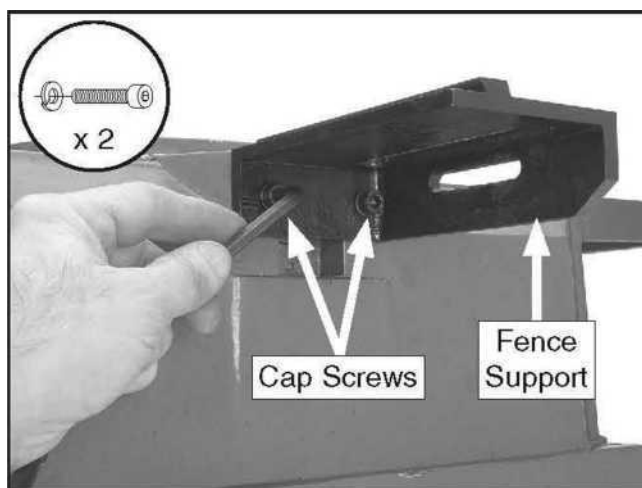

Рисунок 11. Крепление опоры параллельного упора к станине.
1. Используйте винты M8-1.25 x 20 (2) и стопорные шайбы 8 мм (2) для крепления опоры параллельного упора к станине станка (см. Рисунок 11).